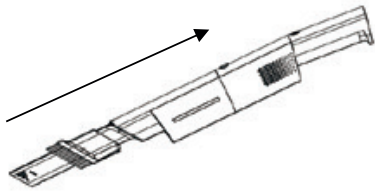

fig.2
Presionando el botón liberación del depósito (E) y verter su contenido en un contenedor de basura apropiado. (Fig.2)